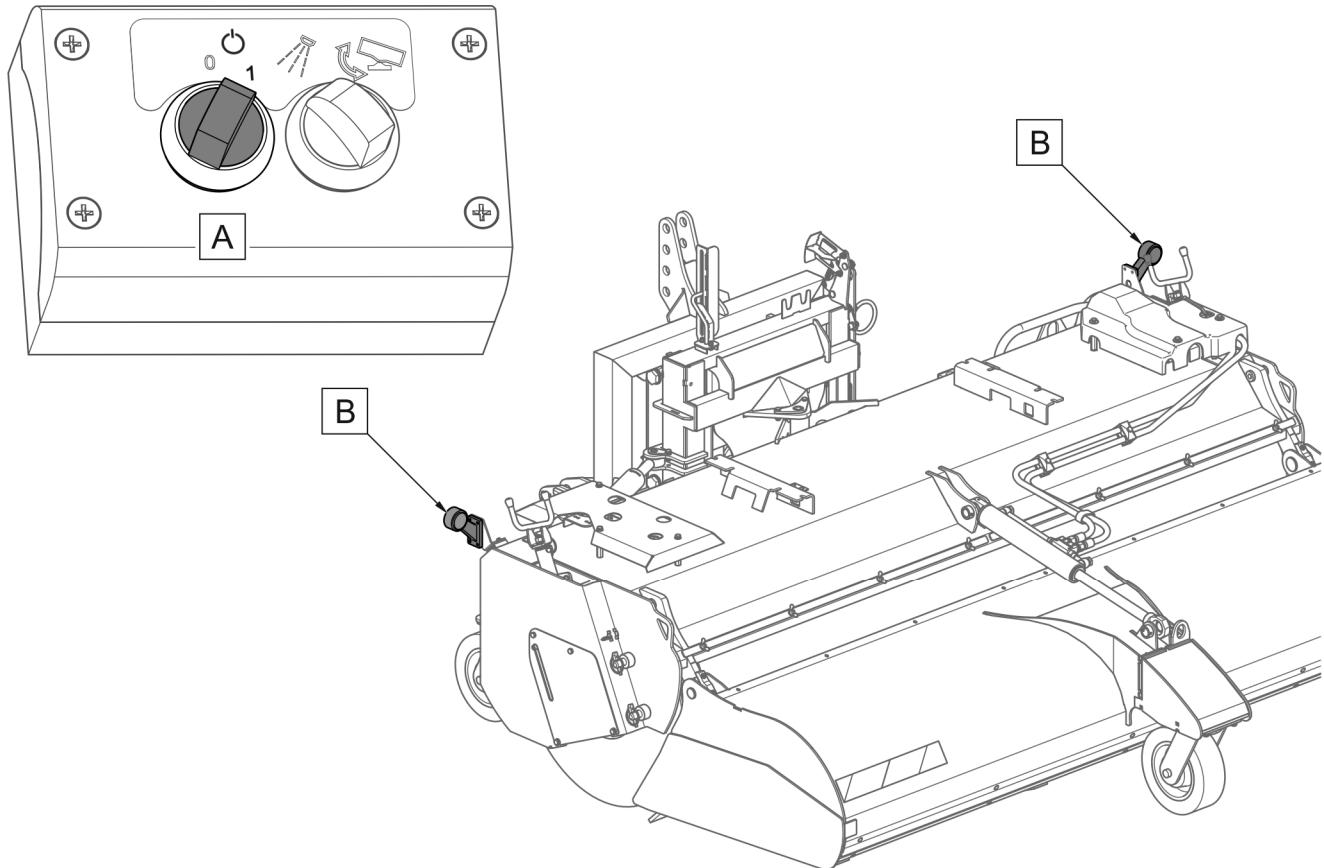

ABBILDUNG 4.20 Umrissleuchten der Maschine
- Während der Fahrt auf öffentlichen Straßen müssen die Umrisssleuchten der Kehrmaschine eingeschaltet sein (ABBILDUNG 4.20).
Um die Umrissleuchten der Kehrmaschine (ABBILDUNG 4.20) einzuschalten, muss der Hauptschalter (A) auf die Position „1“ (ein) gestellt werden.